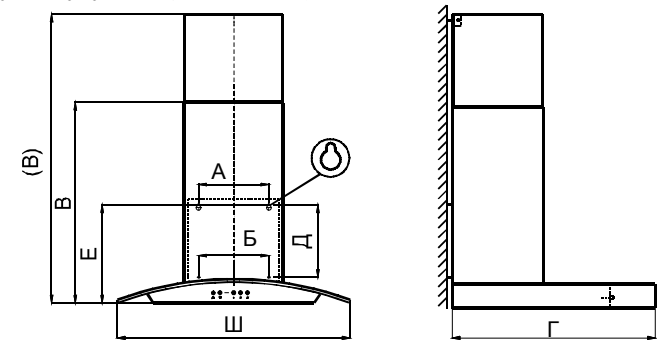

РИС. 3
6.1 Крепление вытяжного зонты (рис.3):